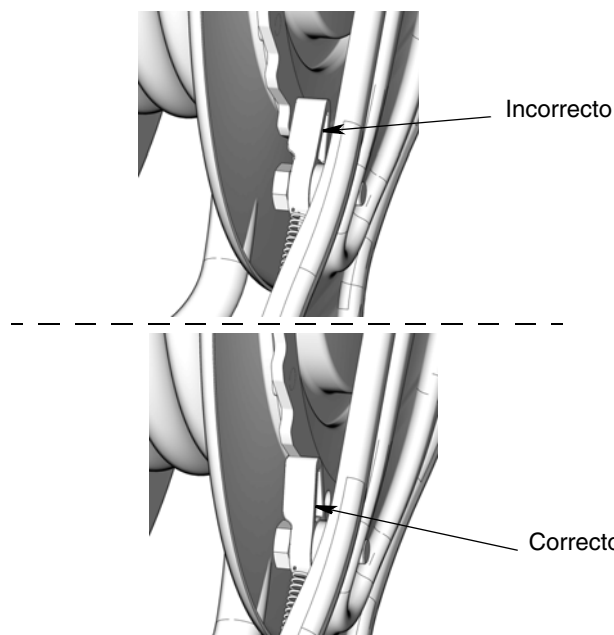

FIG. 4
2. Verifique el trinquete para asegurarse de que no esté agarrotado (FIG. 4). (También consulte la Información general de instalación en la página 8).
1. **Solamente montaje en techo:** Coloque el carrete del cable para que la base del carrete apunte hacia arriba. Verifique el trinquete para asegurarse de que no esté agarrotado (FIG. 4, 9). (También consulte la Información general de instalación en la página 8).
1. Verifique el trinquete para asegurarse de que no esté agarrotado (FIG. 4, 9). (También consulte la Información general de instalación en la página 8).